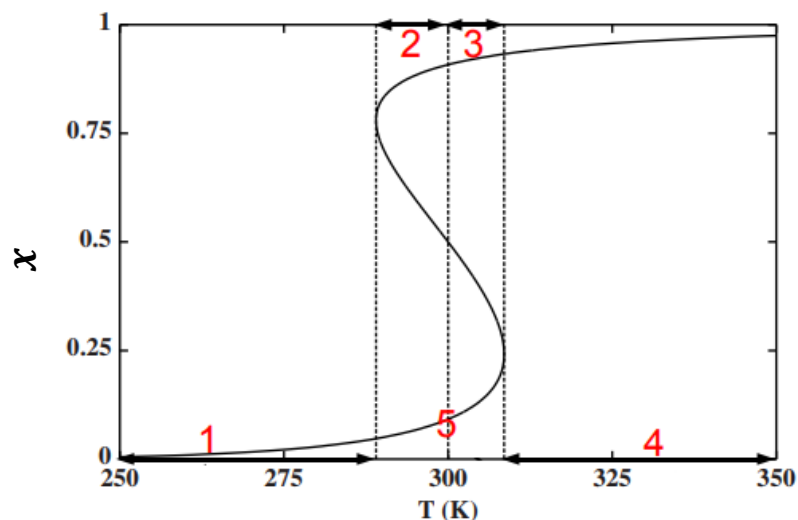

Figure 7 : Domaines de températures 1 à 5
9. (Difficile) En déduire, pour  $C > 1$ , l'allure des courbes  $G_m = f(x)$  à une température choisie dans les 5 domaines définis sur la figure 7 (le domaine 5 est restreint à une seule valeur de température).